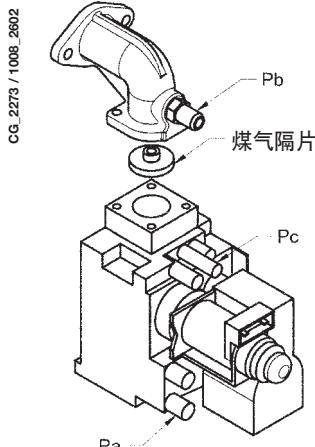

图 10
- 将压差计（最好是液体压差计）的正压接头接在气阀的压力接头（Pb）上（图10）。只有针对带密封腔型号的锅炉时，将压力计的负压接头连接到“T”，这样可以一起连接锅炉的补偿接头、气阀补偿接头（Pc）和压力计本身。（还可以将压力计连接到压力接头（Pb）进行测量，而不需要密封腔的前板）；
- 检查通过气阀（图10）压力接头（Pa）测量到的锅炉电源的动力压力是否正确（液化气37mbar或天然气20mbar）。
煤气压力过低的情况下（低于17mbar），需拆除安装在气阀上的进气隔片（图10）并设置电路图参数F02=00（§ 21）。
- 调节图10中所示的“pmax/pmin”螺丝, 根据表1中的数值设置燃烧器的压力值。
要调整压力到最大功率, 需扭动螺钉“Pmax”(图10), 顺时针方向旋转升高燃烧器压力或逆时针方向旋转降低压力。
要调整压力到最小功率, 需扭动螺钉“Pmin”(图10), 逆时针方向旋转升高燃烧器压力或顺时针方向旋转降低压力。